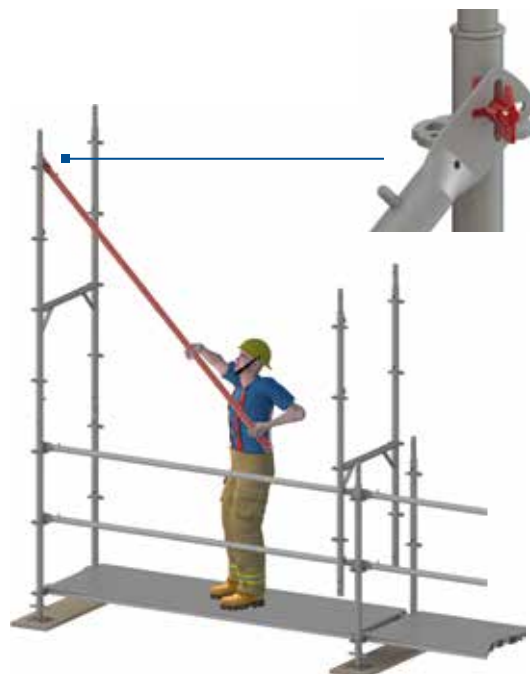

Figure 14 : Montage du renfort de garde-corps.
3. Le renfort de garde-corps est introduit dans le goujon de garde-corps, sur le cadre H. Le cliquet de garde-corps est fermé pendant cette opération. L'angle correct et la gorge en x du renfort de garde-corps permettent un montage facile (voir la figure 14).